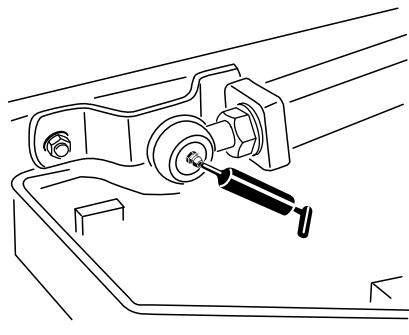

Bild 66
- Zwei Hubarm-Kugelgelenke (Bild 66)